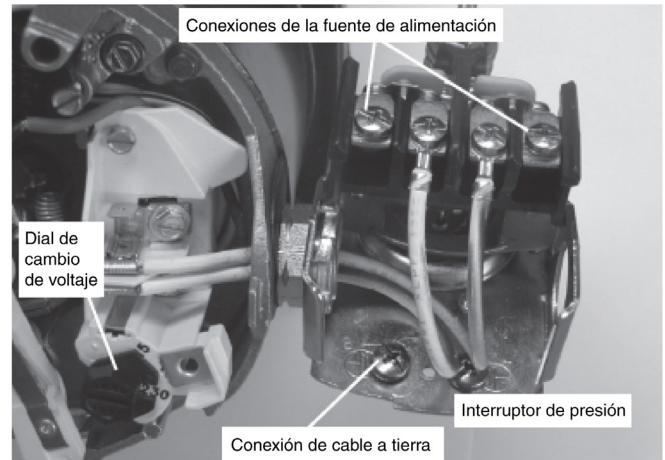

Figura 16: Voltaje configurado a 230 V, tipo dial
3. Conecte los conductores de alimentación de entrada a los dos tornillos exteriores del interruptor de presión como se muestra en la Figura 16.
4. Conecte el cable a tierra a una de las conexiones a tierra, como se muestra en la Figura 16.
1. Conecte el cable a tierra primero, como se muestra en la Figura 16. El cable a tierra debe ser un cable de cobre sólido de un calibre igual o mayor que el de los cables de alimentación.
4. Conecte los cables de la fuente de alimentación al interruptor de presión, como se muestra en la Figura 16.